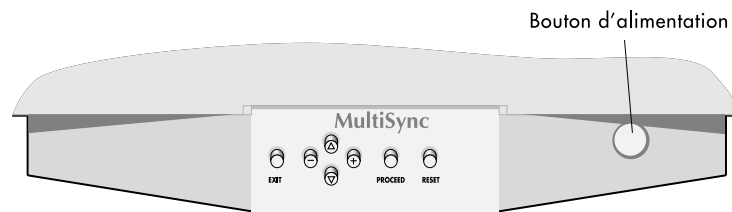

Figure D.1
6. Allumer le moniteur (**Figure D.1**) et l'ordinateur.